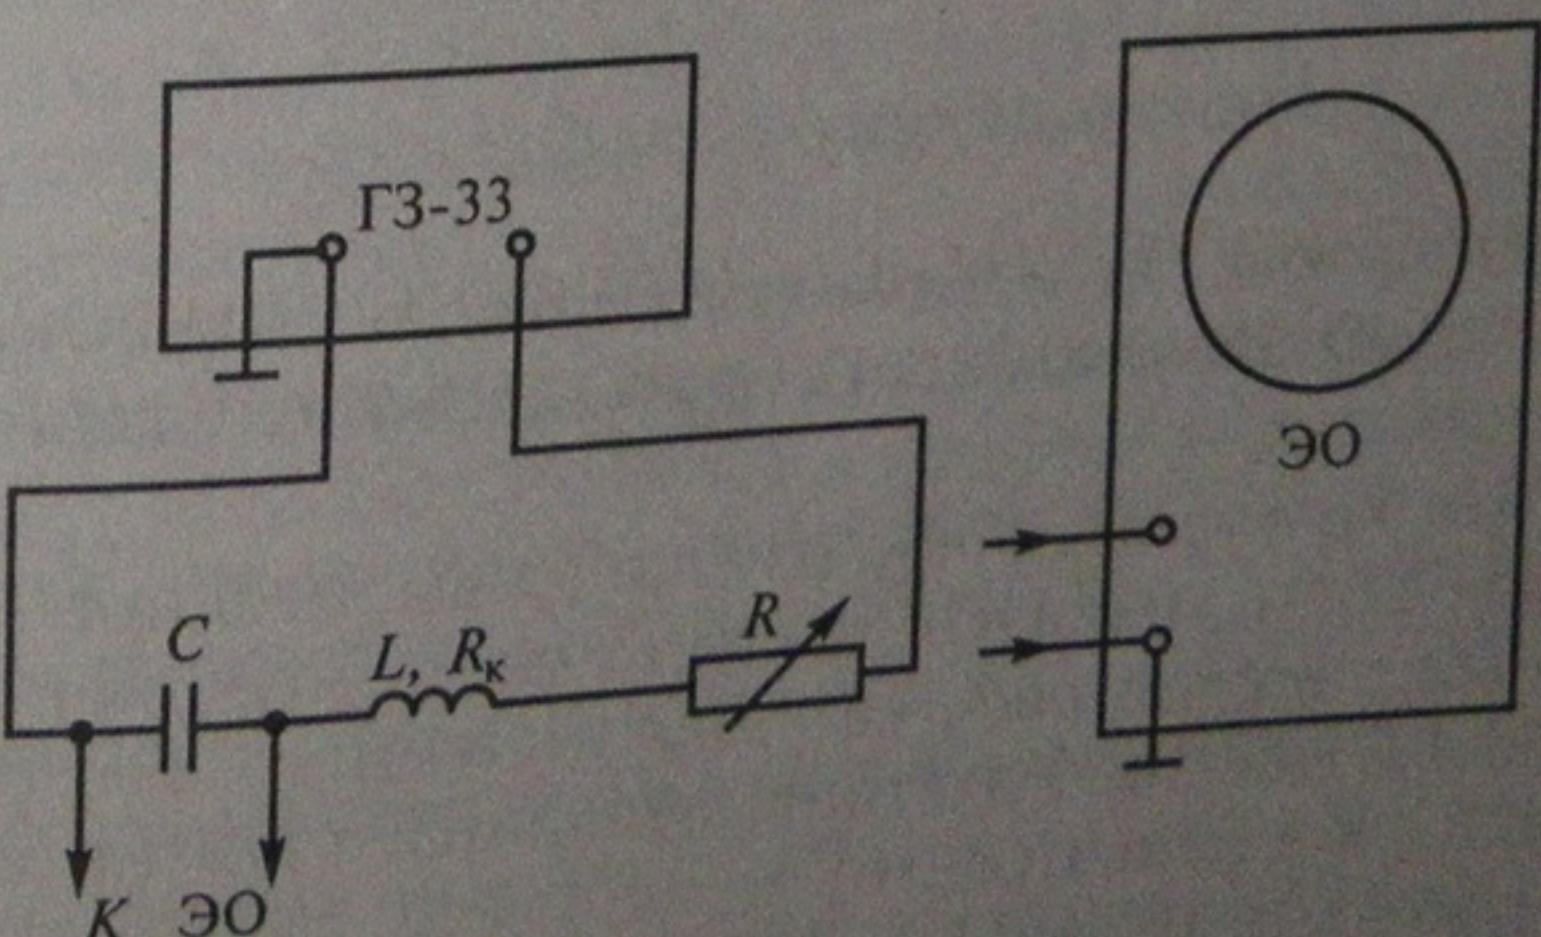

Рис. 2.15.1
Электрическая схема, используемая для изучения резонанса напряжений, приведена на рис. 2.15.1. Источником питания является звуковой генератор ГЗ-33. Электронный осциллограф выполняет роль вольтметра с большим входным сопротивлением. Переменное сопротивление R представляет собой декадный магазин сопротивлений. Активное сопротивление R_k катушки можно считать равным ее «омическому» сопротивлению, т. е. сопротивлению постоянному току. Последнее можно измерить с помощью мостика Уитстона, предварительно изучив заводское описание этого прибора.
- Какое сопротивление R надо включить, чтобы ухудшить добротность схемы (см. рис. 2.15.1) в два раза? Активные сопротивления генератора и катушки контура равны соответственно R_g и R_k . Объясните ответ.